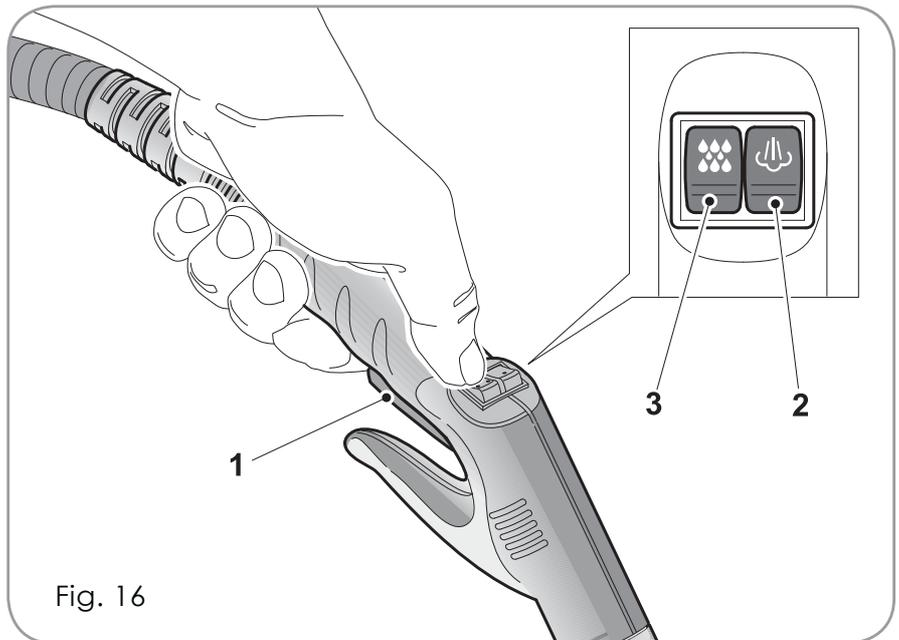

Fig. 16
**¡ATENCIÓN! Drenar el aire residual en la caldera durante la fase de calentamiento, pulsando la palanca 1 fig.16**
Pulse el botón 2 fig. 16 para activar o desactivar la función de vapor
Presione la palanca (1) del mango para activar la salida de vapor hasta soltarla (fig. 16).
Presionando los botones 1 y 3 Fig. 16 saldrá el detergente al mismo tiempo que el vapor.
Al soltar el botón 3 Fig. 16 se detendrá la dispensación de detergente.